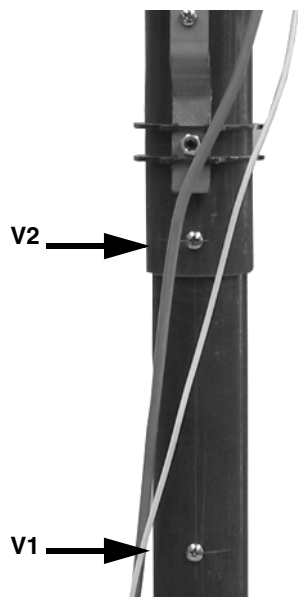

Fig. 13
- 1 Demontati suruburile **V1** si **V2** , asa cum este aratat in Fig. 13.